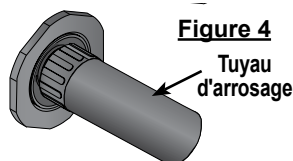

Figure 4
3. Enfoncez le tuyau d'arrosage et le tube de drainage à mi-parcours vers le spa (Figure 4) pour déclencher un flux gravitaire. Le tube de drainage doit être en position médiane pour que le spa puisse être vidangé.